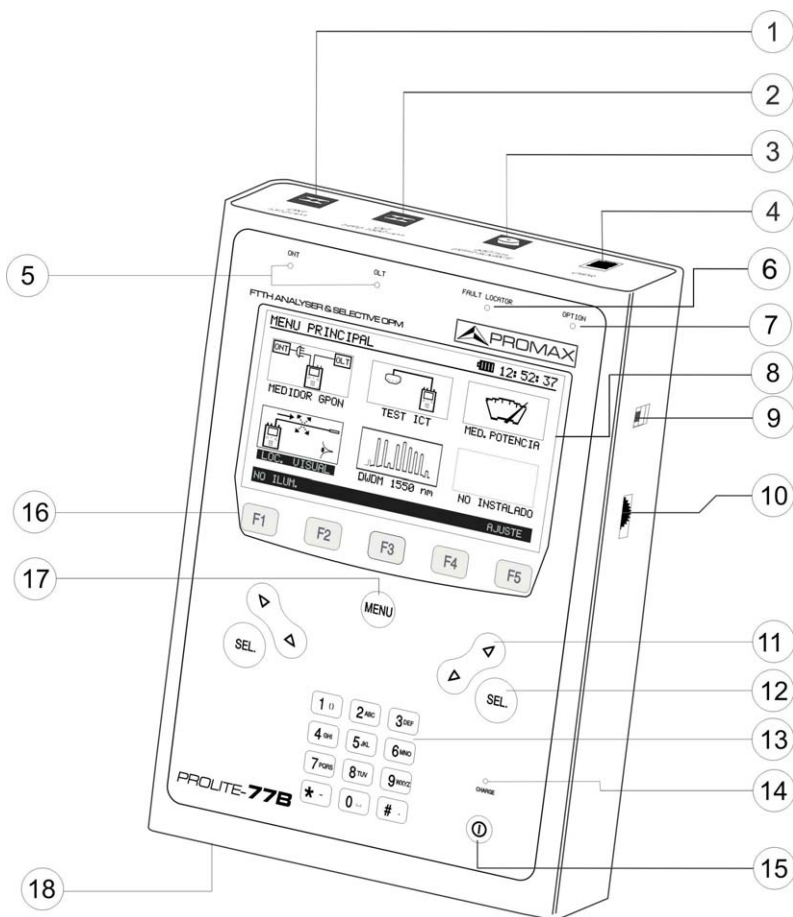

Figura 3.- Vista frontal.
- 1) **Equipo parado:** Al conectar el alimentador externo se inicia un ciclo de carga rápida cuya duración dependerá del estado de la batería. Para una batería descargada dicho tiempo será de tres horas aproximadamente. El indicador de carga del panel frontal (consulte Figura 3.- [14]) permanecerá iluminado en ámbar durante este período. Al finalizar la carga de la batería el indicador se iluminará en color verde.
El ajuste del contraste de la pantalla gráfica LCD del **PROLITE-77B** se realiza mediante el mando giratorio (consulte Figura 3.- [10]) localizado en el panel lateral derecho del equipo.